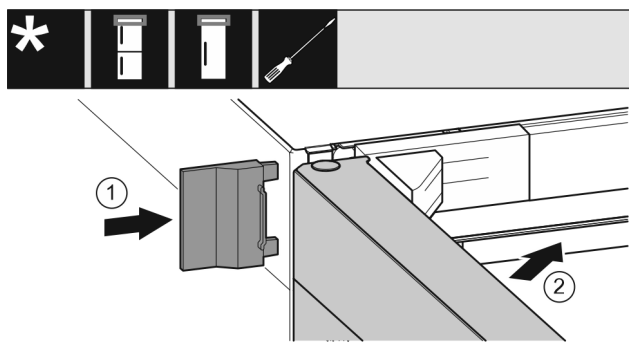

Fig. 21
- ▶ Enfiler le cache extérieur. Fig. 21 (1)
► Fermer la porte supérieure. Fig. 21 (2)